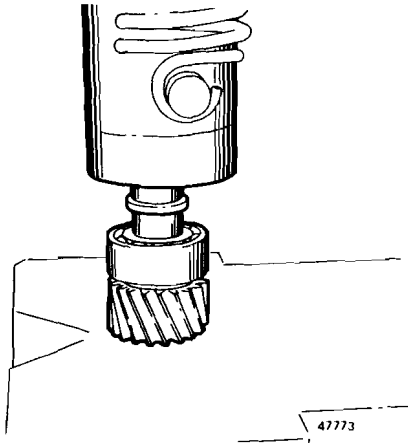

Fig. 245
- 13 Montar el engranaje y el cojinete doble en una prensa y prensar el muñón, véase fig. 245.